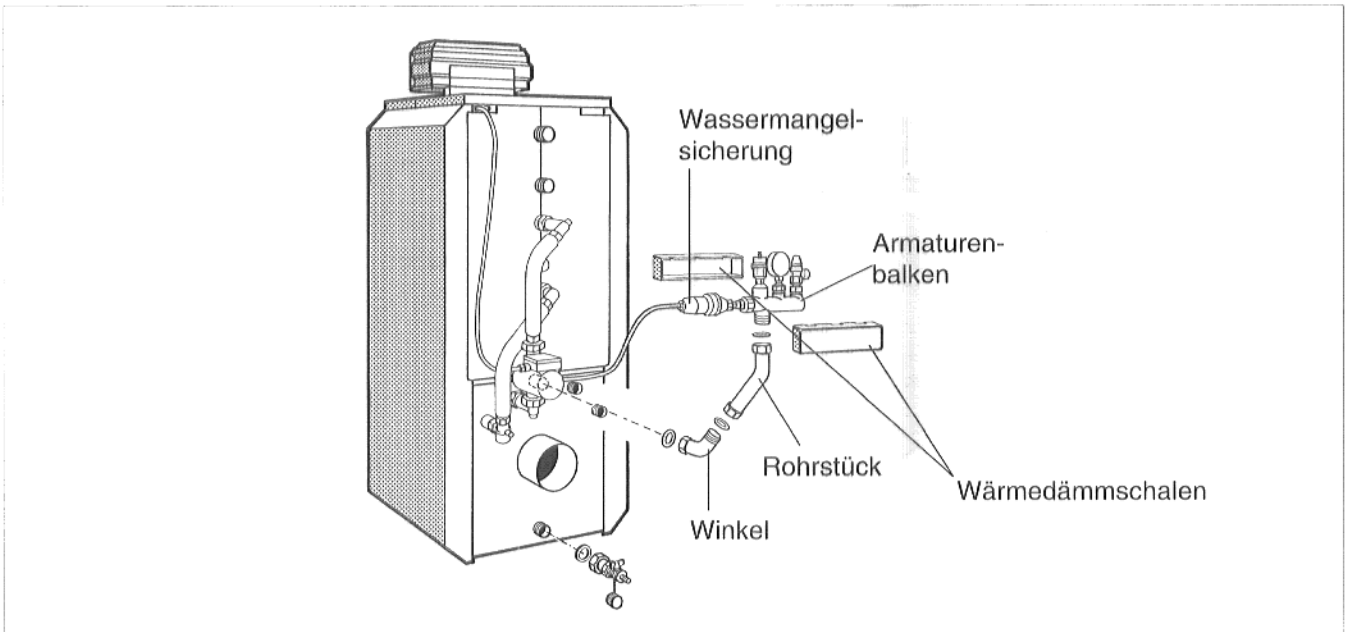

Abb. 3 Heizkessel-Sicherheits-Set am Heizkessel S115 T links angebaut
1. Nach oben, auf der rechten Seite des Heizkessels (Abb. 3), dann muß die Kessel-Speicher-Verrohrung rechts angebaut werden.